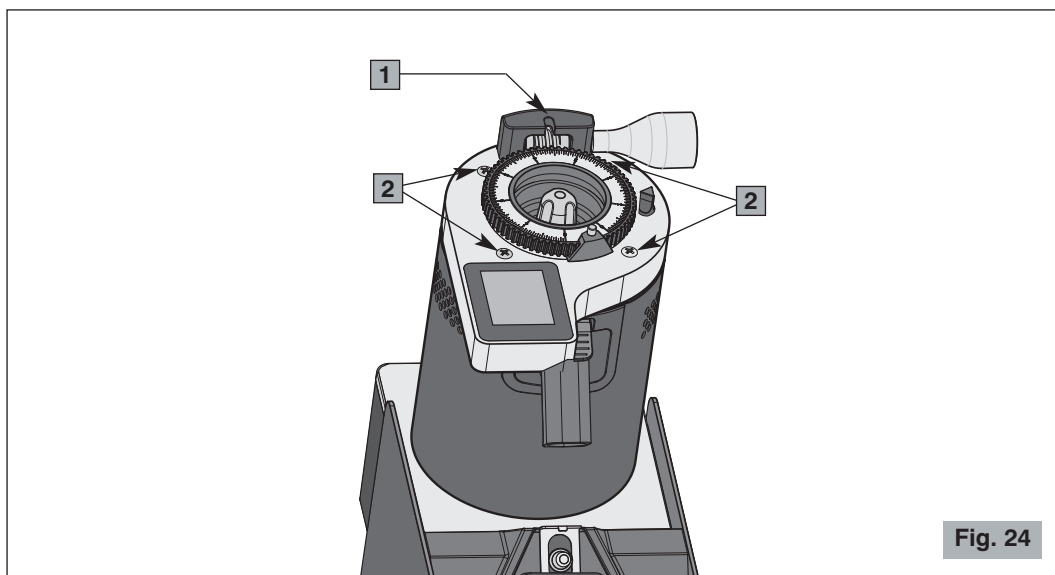

Fig. 24
Una volta rimossa la campana è possibile lavarla con acqua tiepida e sapone neutro, risciacquarla e asciugarla attentamente. Per rimontarla agganciare il dente nella parte posteriore della campana nella sua sede (1, Fig. 24).
- **Per la pulizia della testata** rimuovere le quattro viti (2, Fig. 24) che la fissano al corpo.